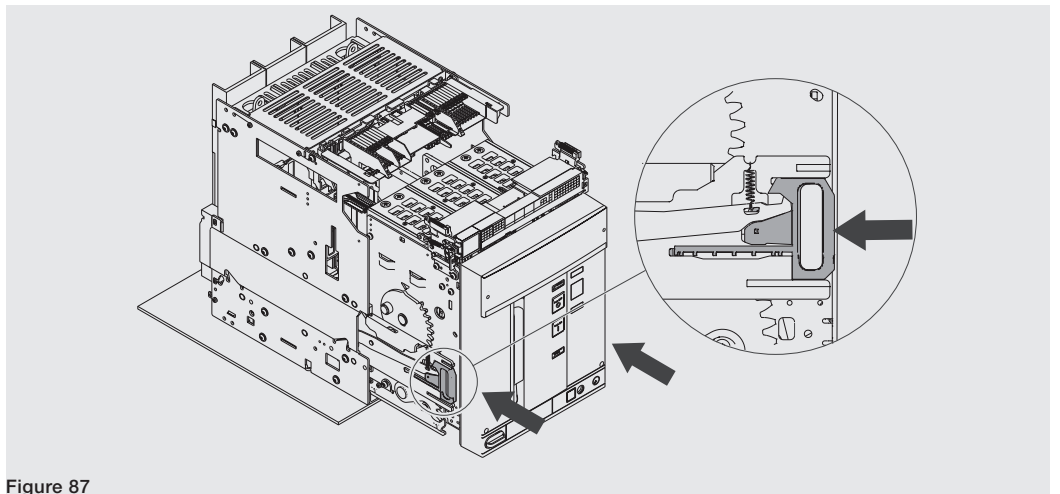

Figure 87
7. Saisir les leviers des glissières de la partie fixe et les pousser jusqu'à ce que la partie mobile arrive en butée. Voir Figure 87.